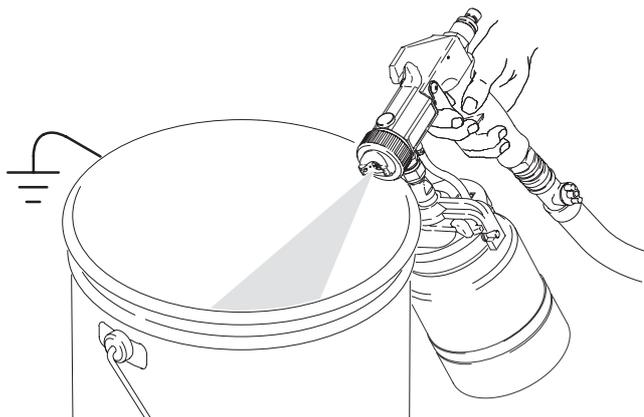

Fig. 15
6. Dirija la pistola hacia abajo, hacia un contenedor, y lávela hasta que el disolvente salga limpio. Vea la Fig. 15.